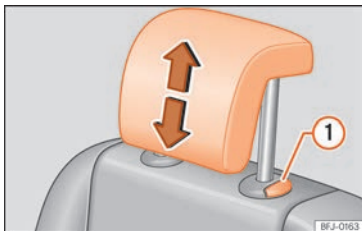

Abb. 109 Hintere Kopfstützen ausbauen: Zweite Sitzreihe.
- Kopfstütze bei gedrückter Taste »» Abb. 109 ① ganz herausziehen.